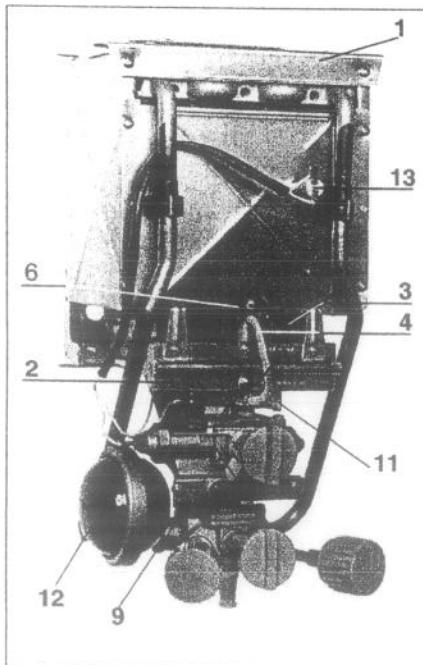

Fig. 3
- **Démontage ancien ensemble veilleuse** (fig. 3 et 4)
- **Remontage du nouvel ensemble veilleuse** (fig. 3 et 4)